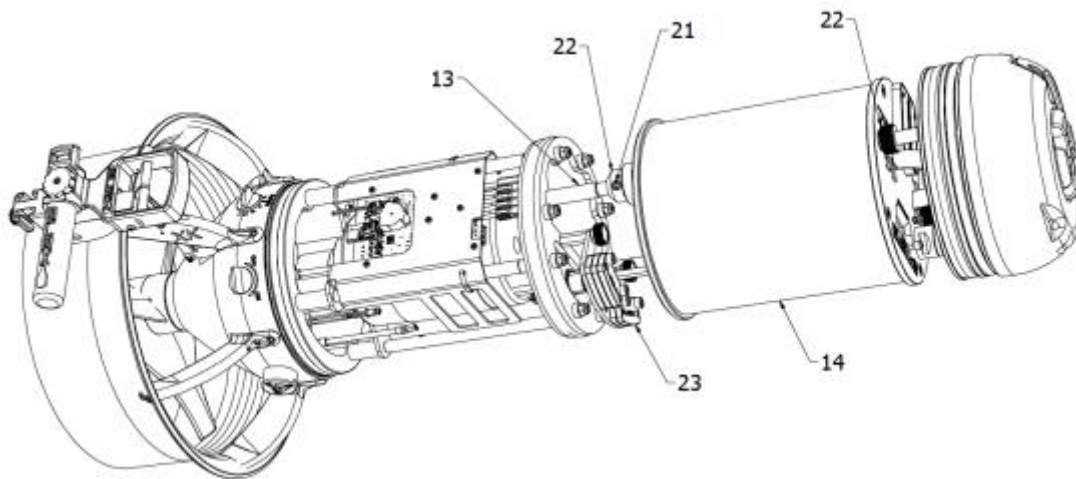

Fig. 8a (vista dello scooter senza l'involucro esterno)
- Inserire la zavorra mare (23) nel suo alloggiamento (si veda Fig. 8a);